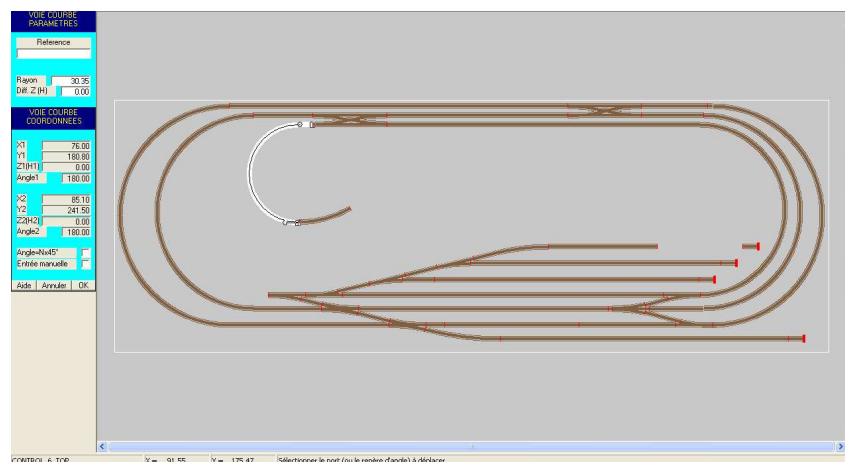

Figure MODIF-6: Après déplacement de l'un des ports.
- on peut déplacer l'un ou l'autre des deux ports d'extrémités, en cliquant sur le symbole carré correspondant avec le bouton gauche de la souris: voir figure MODIF-6.